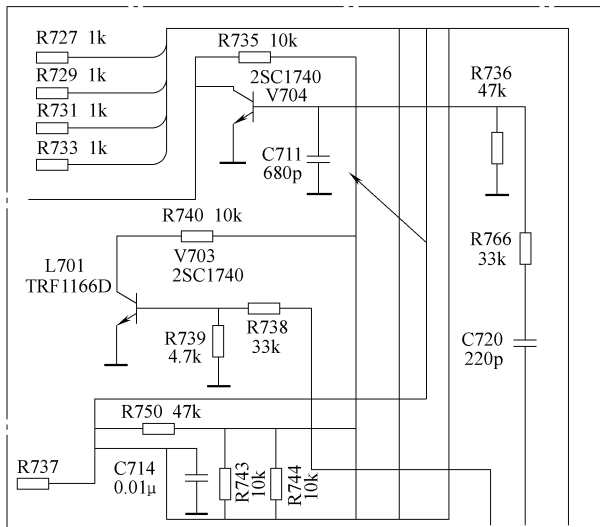

图 5-72 电容 C711 相关电路截图
- 2) 电容 C711 相关电路截图如图 5-72 所示。